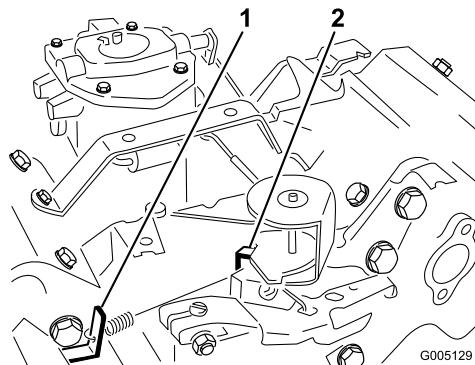

Figure 36
3. Courbez la languette d'ancrage du ressort de ralenti régulée (Figure 36) pour obtenir un régime de ralenti de 1625 ± 50 tr/min. Vérifiez le régime avec un compte-tours.
5. Réglez la manette d'accélérateur en position Haut régime. Pliez la languette d'ancrage du ressort de haut régime (Figure 36) pour obtenir un haut régime de 2850 ± 50 tr/min.